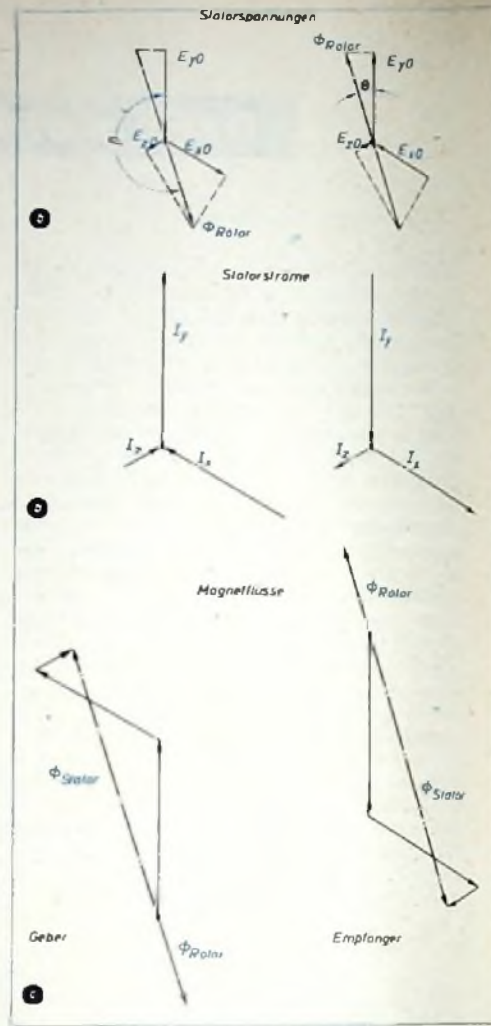

Bild 12. Statorspannungen, Statorströme und Magnetflüsse bei $\varphi = 180^\circ$
d) $\varphi = 180^\circ$ (Bild 12):